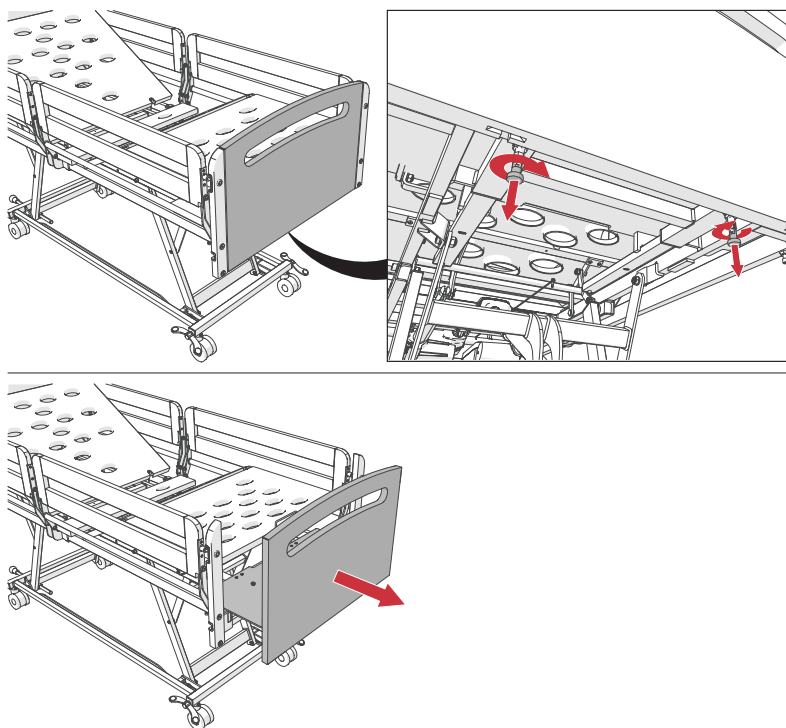

Abbildung 21 Ausziehen der Bettverlängerung.
- Drehen Sie die Knöpfe am Fußende auf beiden Seiten eine Vierteldrehung nach unten (Abbildung 21).